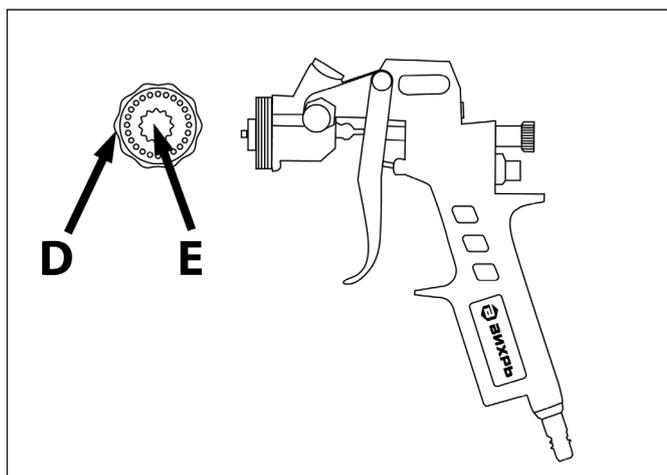
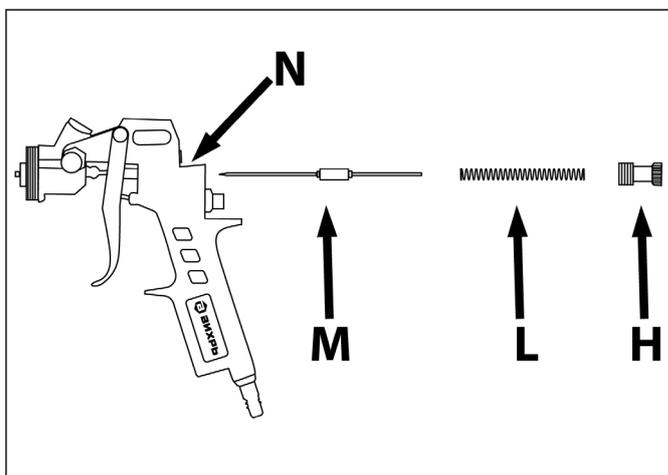

Рис.9
Рис.10
- Для окончательной и полной промывки пистолета открутите распылительную форсунку **D** и кольцо **E** (рис. 9). Снимите иглу **M**, открутив колесико **H** и вынув пружину **L** (рис. 10).